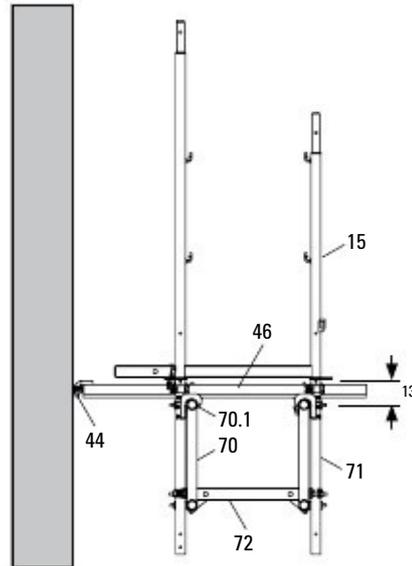

Fig. D4.11
1. Закрепете свързката за стена UWT към ринг-болта UFE (44).
2. Монтирайте стенните свързки UWT (46) на двете стойки на основната рамка (15).
4. Монтирайте стенните свързки UWT (46b) на двете стойки на Easy Frame EVF (16).
- (Fig. D4.11 + D4.13)